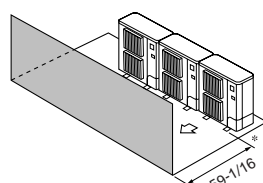

Fig. 2-10
- ③ Obstáculos sólo en la parte delantera (Fig. 2-10)